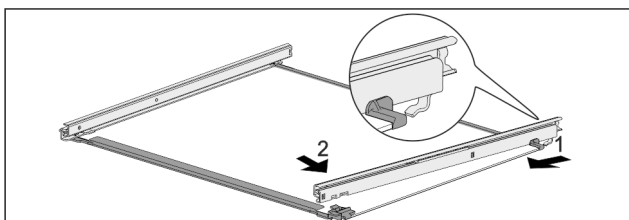

Fig. 85 Glasplaat met rails
- ▶ Rail achter vasthaken. Fig. 85 (1)
- ▶ Rail voor vasthaken. Fig. 85 (2)